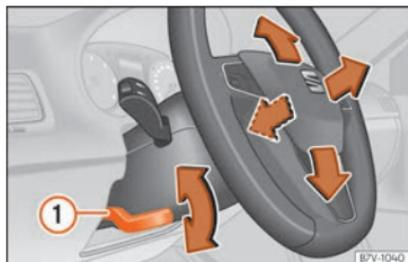

Fig. 26 Réglage mécanique du volant.
- Abaissez le levier » » » **fig. 26 ①**.